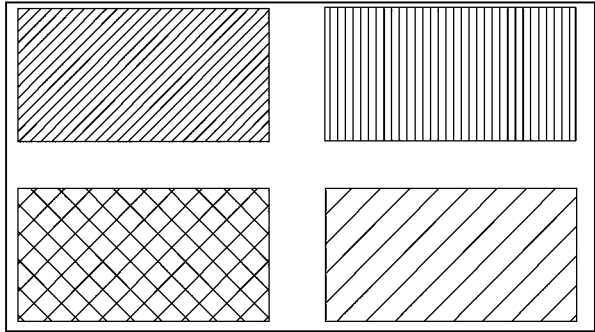

图 8-32 图案填充设置练习
1) 练习图案填充设置，根据如图 8-32 所示图形进行图案选择、方向、比例、双向、关联等设置练习。